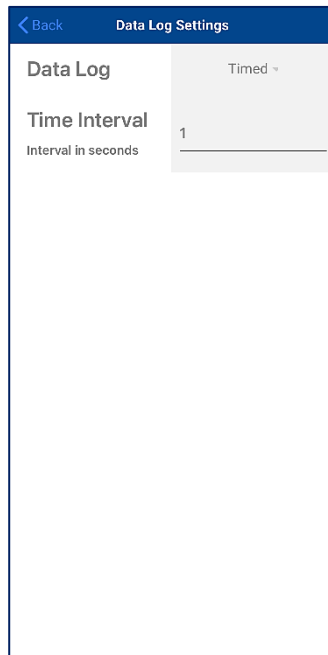

図 15
- 時間設定 (Timed) (図 15) - アプリがユーザー定義の間隔(時間の増加量は秒で表示)で測定の間隔を記録します。